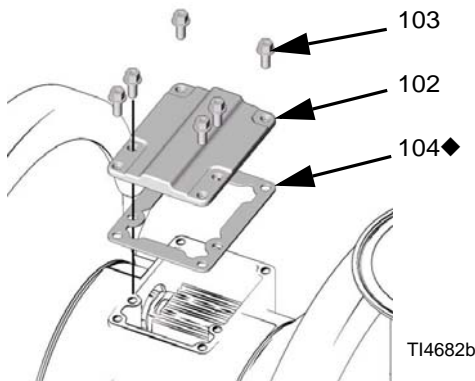

FIG. 6
2. Con un destornillador Torx (T20) o una llave de tubo de 7 mm (9/32 in), retire los seis tornillos (103), la cubierta de la válvula de aire (102) y la junta (104). Consulte la FIG. 6.